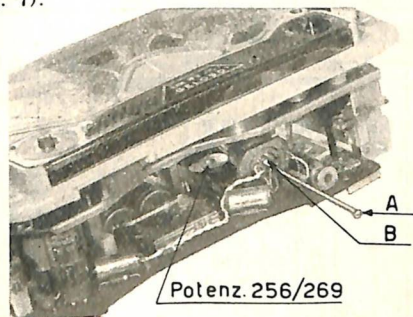

Fig. 7
Per togliere la 12AX7 dal suo zoccolo è necessario avvitare nel foro filettato B al centro dello zoccolo stesso una delle lunghe viti A di fissaggio del fondo del mobiletto, fino a produrre l'espulsione della valvola dalla sua sede. L'operazione richiede le ovvie precauzioni per evitare la libera caduta della valvola, dopo che essa sarà disimpegnata dallo zoccolo (fig. 7).
— regolare la resistenza semifissa (269) a mezzo di un piccolo cacciavite, fino ad ottenere una corrente di 0,28 A (fig. 7);